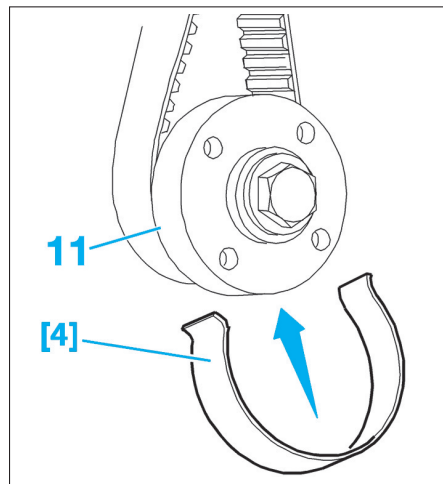

Fig. 28
- [4]. Collier plastique de maintien de la courroie sur la roue dentée de vilebrequin (outil 4533-T.AD) (Fig.28).
• Mettre en place sur la roue dentée de vilebrequin (11), un collier de maintien [4] permettant de maintenir la courroie sur celle-ci (Fig.28).